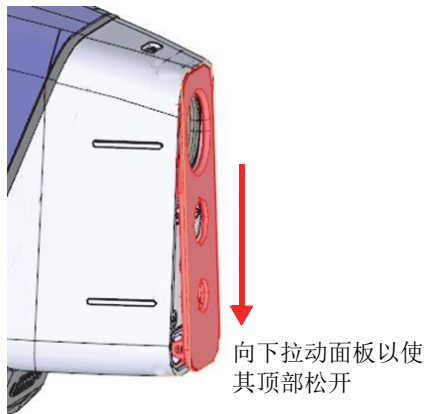

图 4-2 松开的面板
当面板松开时，会从底面弹出（参见第93页的图 4-2）。
3. 将面板从底面轻轻地向下拉，使面板的顶部从探头组合件中分离（参见第93页的图 4-2）。